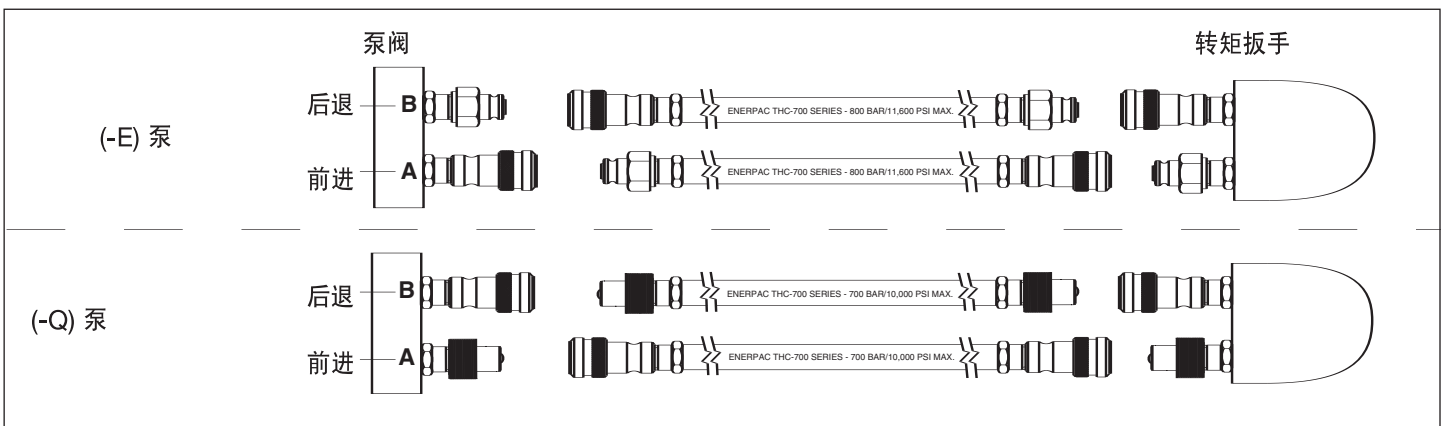

图5
如图 5 所示连接软管。
2. 适合使用一般扭矩扳手的 (-Q) 泵类型。使用额定值为 700 巴 /10,000 psi 工作压力的软管。接头必须按图 5 所示进行极化处理，以实现正确的扳手操作。操作前确保接头完全啮合并已拧紧。如果接头只是部分啮合，将会妨碍扳手正确操作。